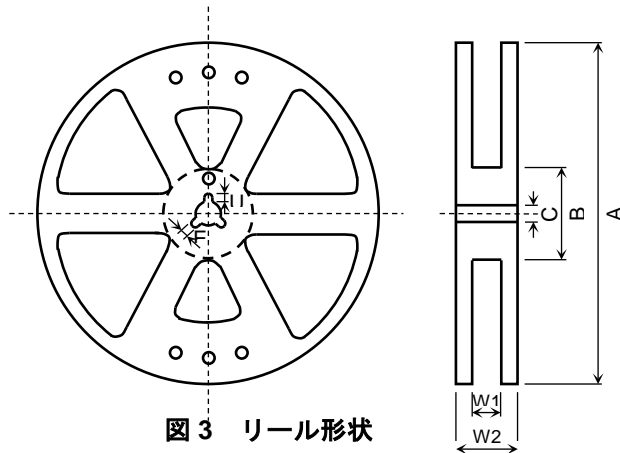

図 3 リール形状
- (1) 材 質: プラスチック (静電防止仕様)
- (2) 寸 法: 図 3 および表 3 に示します。